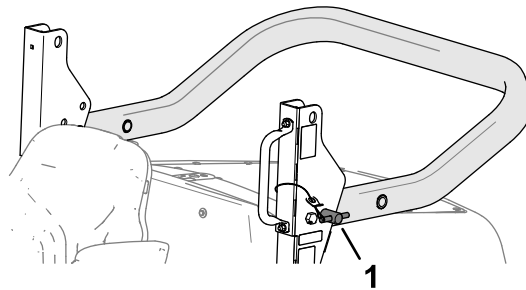

Figura 30
5. Introduceți tifturile barei antiruliu în orificiile inferioare ale suportilor pivotani (Figura 30).